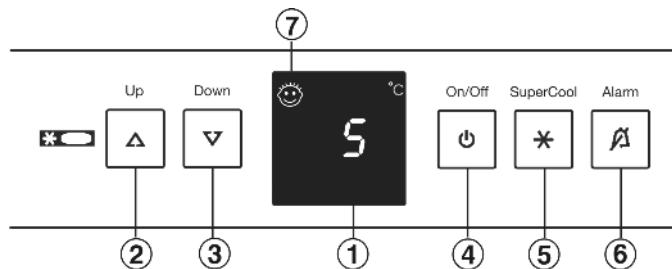

Fig. 2
- ▶ нажмите кнопку On/Off Fig. 2 (4).
- ▶ Активация режима настройки: удерживайте кнопку SuperCool Fig. 2 (5) прибл. 5 секунд.
- ▶ Кнопкой настройки Up Fig. 2 (2) и кнопкой настройки Down Fig. 2 (3) выберите  $\text{h}$ .
- ▶ Подтвердить: Коротко нажмите кнопку SuperCool Fig. 2 (5).
- ▶ Увеличение яркости индикации: нажмите кнопку настройки Up Fig. 2 (2).
- ▶ Уменьшение яркости индикации: нажмите кнопку настройки Down Fig. 2 (3).
- ▶ Подтвердить: нажмите кнопку SuperCool Fig. 2 (5).
- ▶ Выход из режима настройки: нажмите кнопку On/Off Fig. 2 (4).